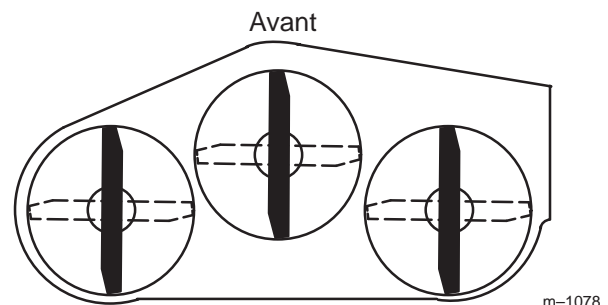
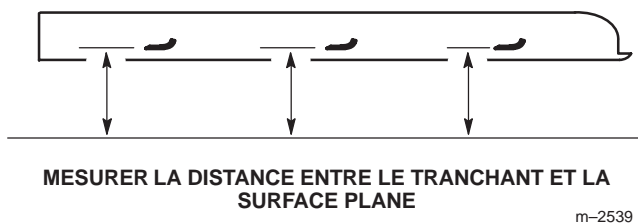

Figure 30
Figure 31
3. Tournez les lames pour qu'elles soient toutes dirigées dans le sens longitudinal (Fig. 30). Mesurez la distance entre la surface plane et le tranchant des lames (Fig. 31) et notez cette valeur.